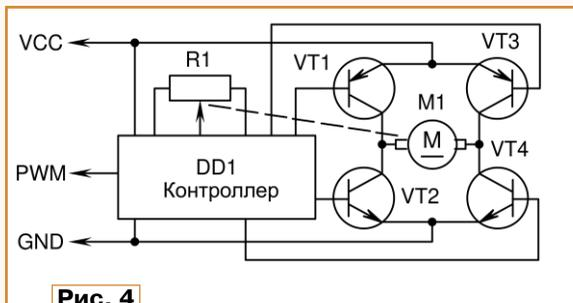

Рис. 4
13. Ответ — 0. На рис. 4 приведена типовая структурная схема сервопривода, аналогичного SG90. Транзисторы VT1—VT4 образуют так называемый H-мост. Через него по сигналам от контроллера DD1 на двигатель постоянного тока M1 подаётся питание положительной или отрицательной полярности. Следовательно, вал двигателя крутится по или против часовой стрелки. В системе имеется датчик положения, выполненный на переменном резисторе R1, который физически связан с валом двигателя. Через него организуется обратная связь, позволяющая контроллеру формировать сигналы, перемещающие вал, а значит, и резистор, на строго определённый угол.